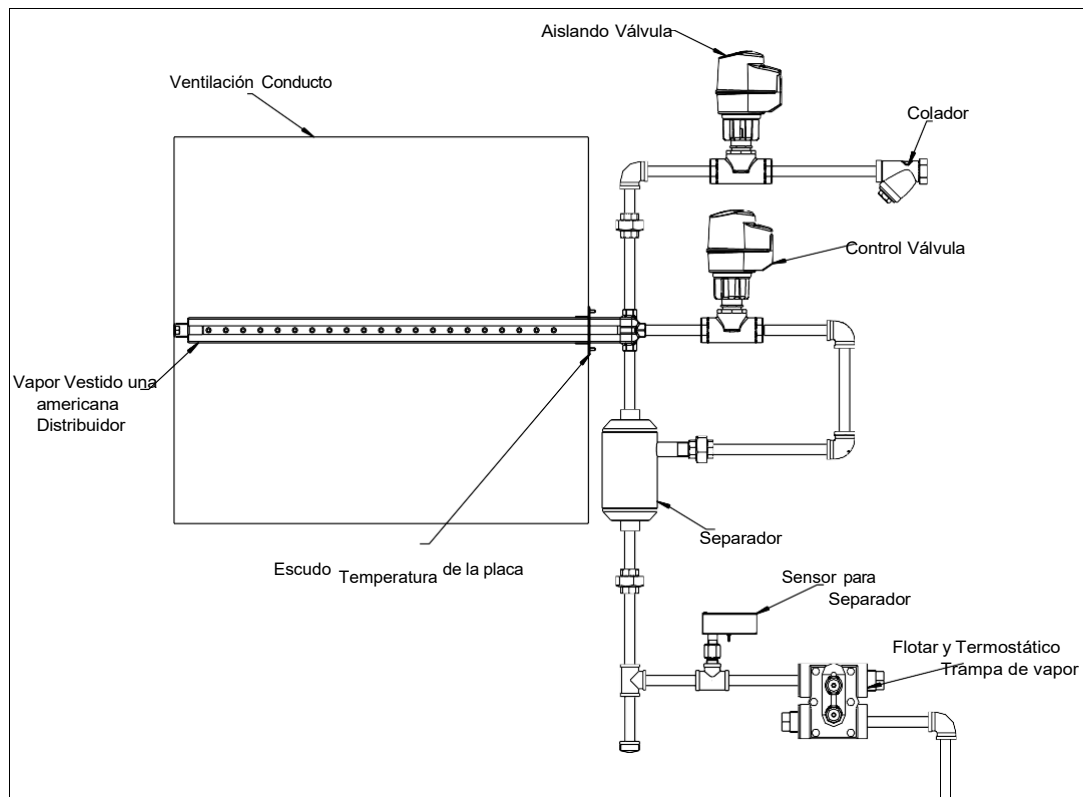

Ilustración 23 - Vestido una americana Soltero Tubo
- En el Chaqueta individual Tubo aplicaciones, instalar el colador antes instalando el Válvula de aislamiento. Consulte la Ilustración 23: Tubo único encamisado.
- Para Mini Estante y Multitubo aplicaciones, instalar el colador antes el vapor línea se divide entre el separador y el aislando válvula. Consulte a la ilustración 23 - Chaqueta individual Tubo.